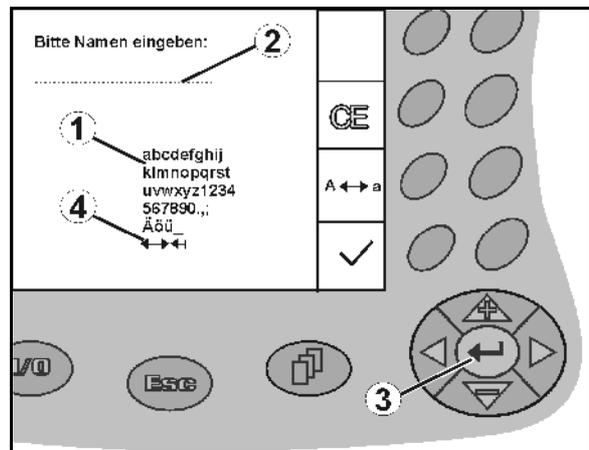

Fig. 13
Ist die Eingabe von Texten oder Ziffern am **AMATRON⁺** nötig erscheint das Eingabemenü (Fig. 13).
Im unteren Teil des Displays erscheint ein Auswahlfeld (Fig. 13/1) mit Buchstaben, Ziffern und Pfeilen aus dem die Eingabezeile (Fig. 13/2) gebildet wird (Text oder Ziffer).
Auswahl von Buchstaben oder Ziffern im Auswahlfeld (Fig. 13/3).
-  Übernehmen der Auswahl (Fig. 13/3).
Die Pfeile  und  im Auswahlfeld (Fig. 13/4) ermöglichen ein Bewegen in der Textzeile.
Der Pfeil  im Auswahlfeld (Fig. 13/4) löscht die letzte Eingabe.